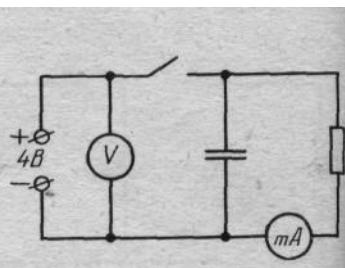

Рис. 16.
2. Складіть коло за схемою, яку зображено на рис. 16. Якщо ключ замикає коло, конденсатор заряджається до різниці потенціалів джерела напруги (майже вмить, оскільки опір з'єднувальних проводів дуже малий). Конденсатор розряджається через резистор. Мікроамперметр показує струм, який проходить через резистор. Запишіть у звіт силу струму і показ вольтметра.